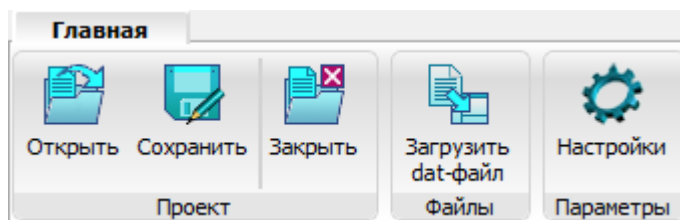

Рис. 234
18.13.1.1. Команды меню «Главная» предназначены для загрузки проекта с расчетными данными программы RWEditor, сохранения и закрытия проекта, загрузки в открытый проект данных из файла *.dat (рис. 234).